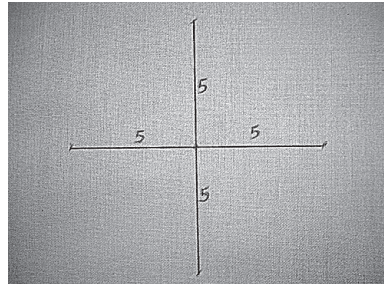

Fig. 2
1. Markieren Sie ihren Stoff, damit der Mittelpunkt und Radius festgelegt wird (Fig: 2, 3).